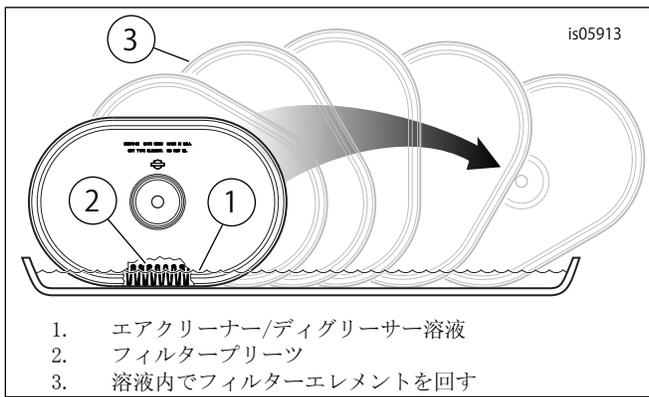

図2。フィルターエレメントの洗浄
- フィルターエレメントを洗浄します(「図2」を参照してください):
- エレメントを外し、端をAir Cleaner/Degreaser (エアクリーナー/ディグリーサー) (1)を入れた浅い容器に浸して洗浄します。フィルターブリーツ(2)の厚みの3/4弱程度、約9.5 mm (0.375 in)浸るところまで沈めてください。汚れた液がエレメント内部に入らないようにしてください。フィルターブリーツの外側の表面全体が浸るまで、液の中でエレメントの外周部(3)をゆっくり転がします。